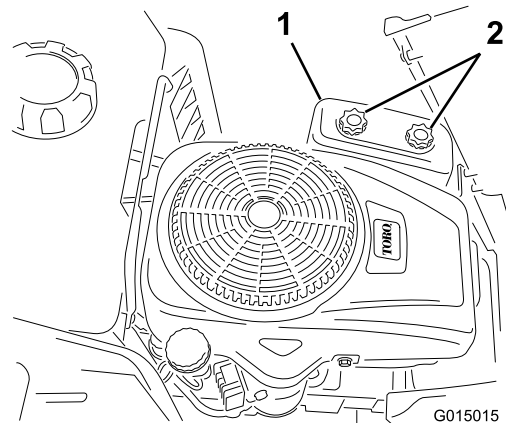

Figura 20
5. Retire la tapa del limpiador de aire desenroscando los 2 pomos (Figura 20).